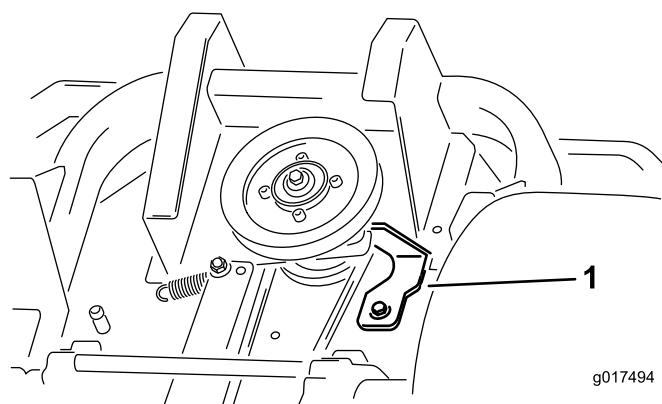

Bild 63
5. Entfernen Sie den Kupplungsanschlag, wie in Bild 63 dargestellt.
9. Befestigen Sie den Kupplungsanschlag, wie in Bild 63 dargestellt.